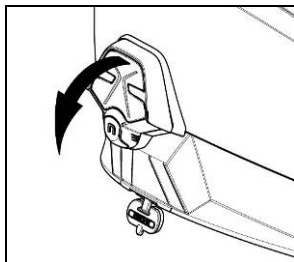

Fig. 10
- Enlevez la lumière ESS de la calotte (fig. 10).